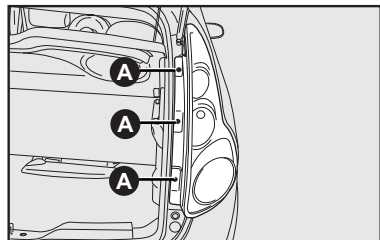

fig. 21
- Quitar los tres tornillos de fijación **A-fig. 21** del grupo de luces traseras y tirar del mismo para desencajarlo de los pernos;
- Recolocar los tornillos **A-fig. 21** de fijación del grupo de luces traseras.